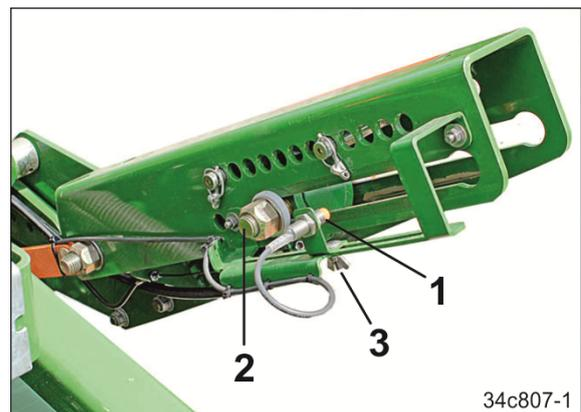

図 117
- 設定可能なセンサー (図 117/1) を、送り出したピストンロッドのねじ (図 117/2) とまっすぐになるように設定します。
- 蝶ナット (図 117/3) を締め付けます。